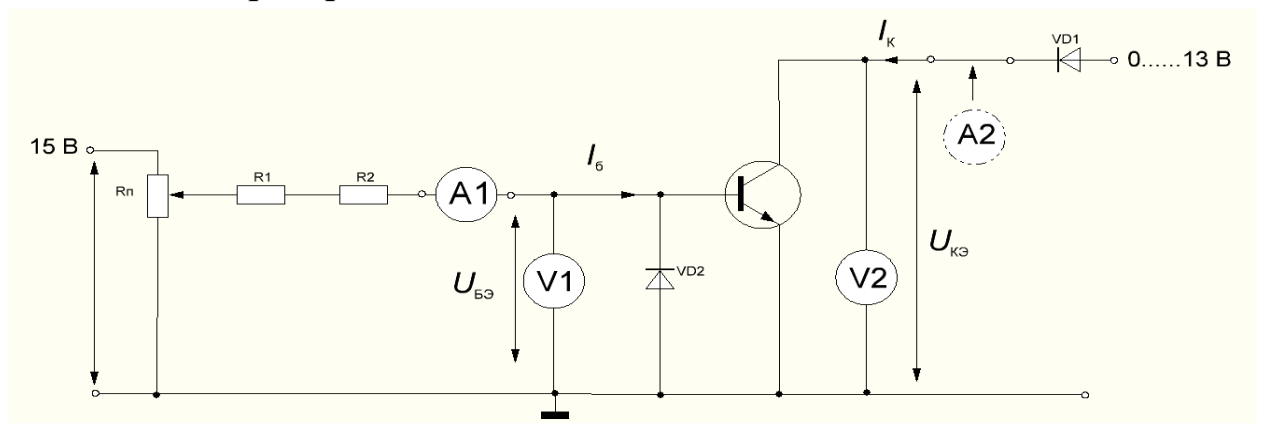

Рис. 7.8
- Соберите цепь согласно схеме (Рис. 7.8). Потенциометр  $R_{п}=1\text{ кОм}$  используется для регулирования тока базы, резисторы  $R_1 = 100\text{ кОм}$  и  $R_2 = 47\text{ кОм}$  – для ограничения максимального тока базы. Управление напряжением  $U_{кэ}$  осуществляется регулятором источника постоянного напряжения. Для предотвращения подачи обратного напряжения на транзистор в цепь коллектора включён диод. Переход эмиттер база также защищён шунтирующим диодом. Измерение тока базы  $I_6$  и напряжения  $U_{бэ}$  производятся мультиметрами на пределах  $200\text{ мкА}$  и  $2\text{ В}$  соответственно, Пределы измерения тока коллектора  $I_K$  и напряжения